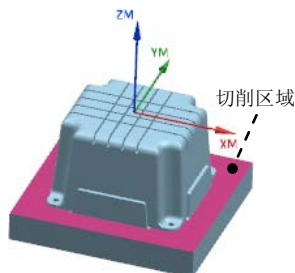

图 20.16 指定切削区域
Step2. 在图形区选取图 20.16 所示的切削区域，单击“切削区域”对话框中的 **确定** 按钮，系统返回到“底面壁”对话框。